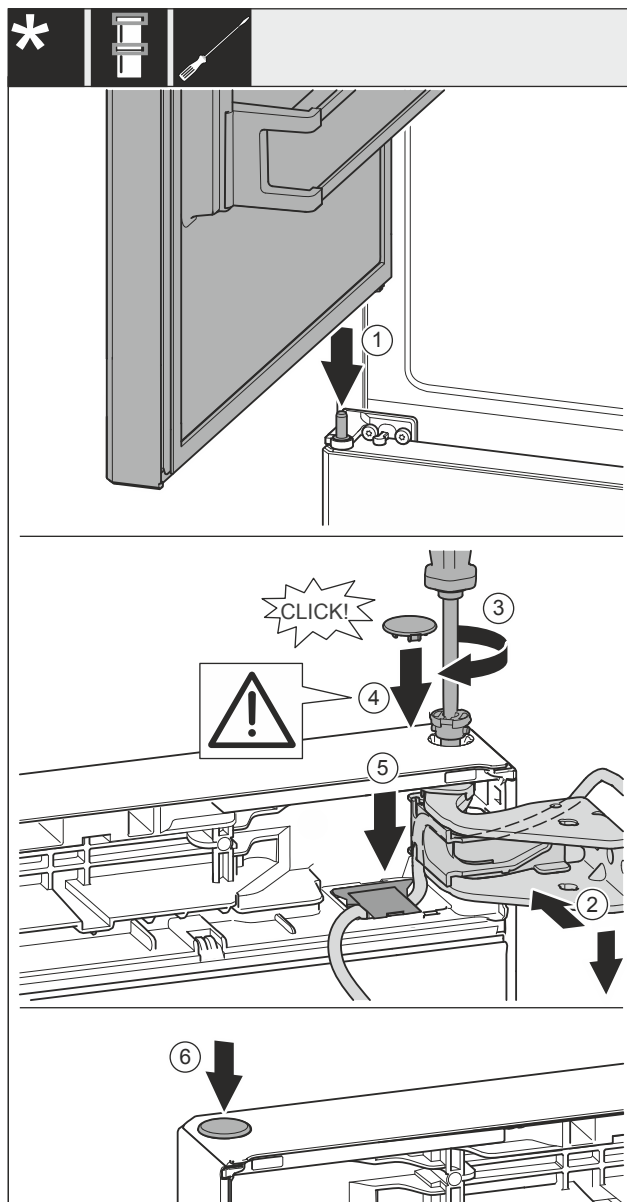

Fig. 38
- Stavite gornja vrata na srednji svornjak ležaja Fig. 38 (1).
- Poravnajte gornja vrata prema otvoru u podlošku ležaja Fig. 38 (2).
- Umetnite svornjak Fig. 38 (3) i pritegnite ga odvijačem.
- Postavite poklopac Fig. 38 (4).
- Provjerite da poklopac Fig. 38 (4) naliježe na vrata.
- Umetnite poklopac Fig. 38 (5) i pritišćite ga prema dolje dok se ne uglati.
- Postavite poklopac Fig. 38 (6).